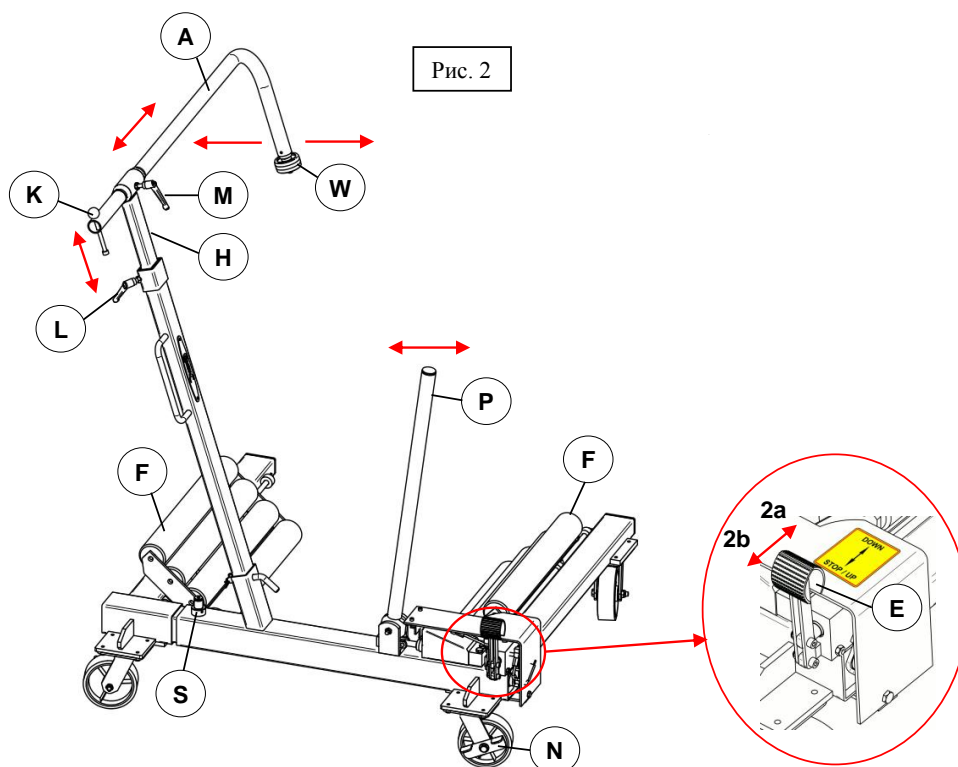

Рис. 2
1. Перед освобождением груза блокировка (L) (см. рис. 2 для всех следующих указаний по безопасности) должна быть открыта, позволяя телескопической консоли (H) следовать за колесом вниз.